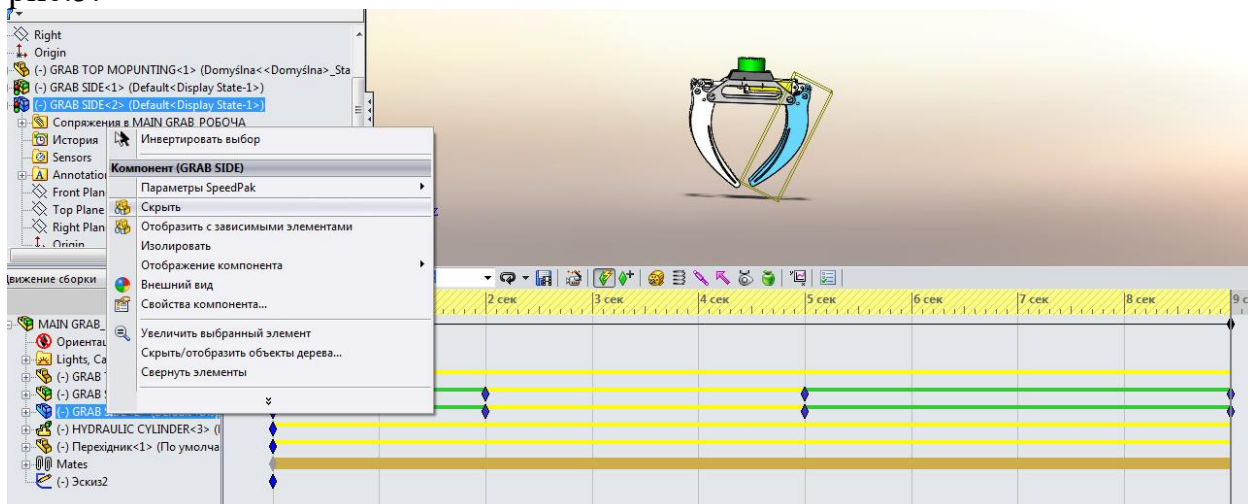

Рис.5. Приховування компонентів **GRAB SIDE** в кінці анімації
2.6.1. У дереві **Motionmanager** клацніть правою кнопкою миші компонент **GRAB SIDE** і виберіть **Сховати** (у кінцевому положенні анімації) рис.5.